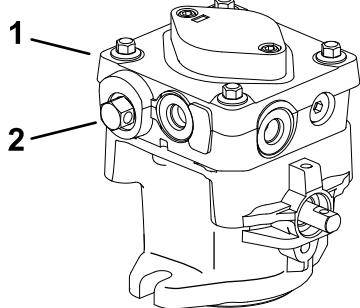

Bild 14
2. Drehen Sie die Sicherheitsventile nach links von 1 auf 2, um sie zu öffnen. So kann Hydrauliköl an der Pumpe vorbei direkt zu den Rädern fließen, die sich daraufhin drehen können (Bild 14).